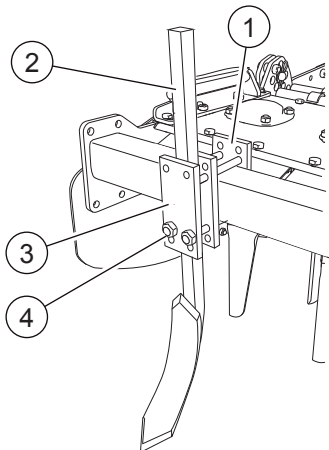

FIG. 17
Den Scharen-Träger (1, "Fig. 17") auf der Vorderschiene einbauen. Den Tiefenlockerer (2) zwischen den Platten einsetzen (2). Die Höhe des Bodens regulieren. Die Schraubenmutter festdrehen (4).